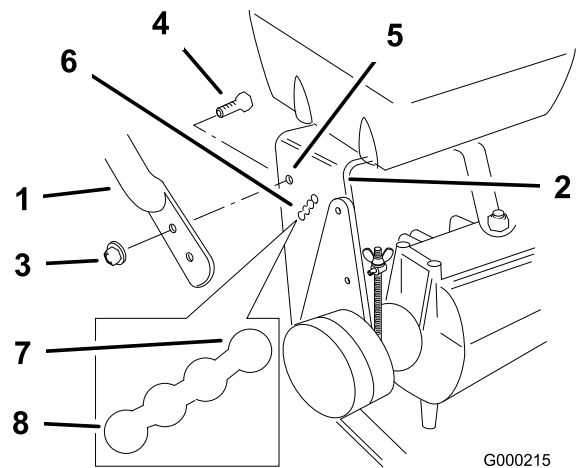

Figura 16
2. Allentate il bullone flangiato (3/8 x 1 pollice) e il dado flangiato superiori che assicurano la maniglia al telaio posteriore (Figura 16).
3. Rimuovete il bullone flangiato (3/8 x 1 pollice) e il dado flangiato inferiori che assicurano la maniglia al telaio posteriore (Figura 16).